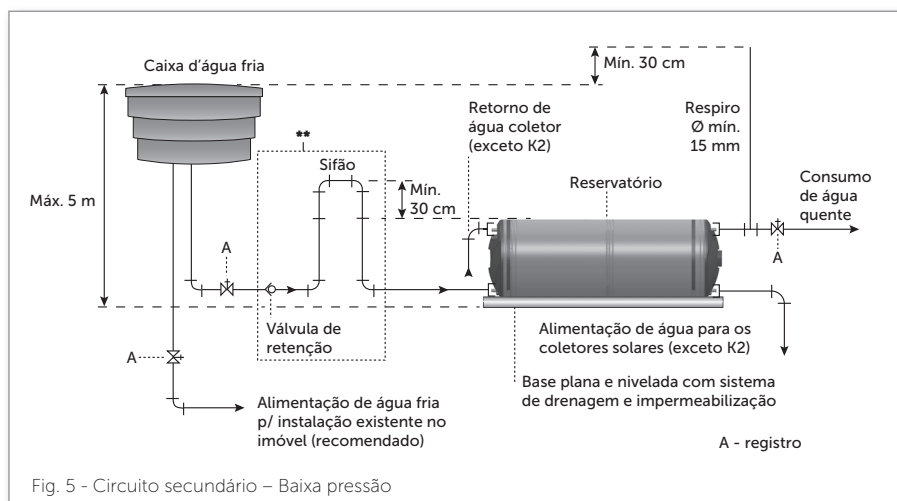

Fig. 5 - Circuito secundário – Baixa pressão
- Nos sistemas de baixa pressão é obrigatório o uso do tubo de respiro ou dispositivo de alívio de pressão e quebra-vácuo equivalente (fig. 5).
- Na tubulação de consumo de água quente, próximo ao reservatório térmico, deve haver um tubo de respiro para controlar a pressão em seu interior (Fig. 5).
- Respeitar a altura máxima de 5 metros entre a base do reservatório térmico e o topo da caixa d'água fria (fig. 5).